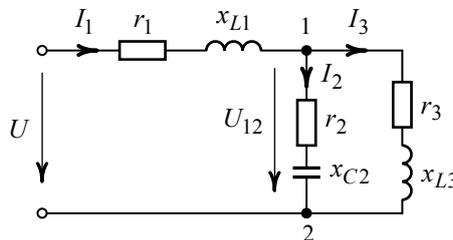

Рис. 2.5
Определить действующие значения токов в ветвях схемы (рис. 2.5), если действующее значение напряжения на входе цепи $U = 100 \text{ В}$.
10. Токи в параллельных ветвях схемы (рис. 2.5):